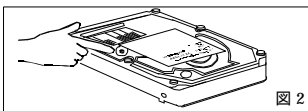

図 2
- ・ トップカバーの穴をふさがないでください。(図2 参照)